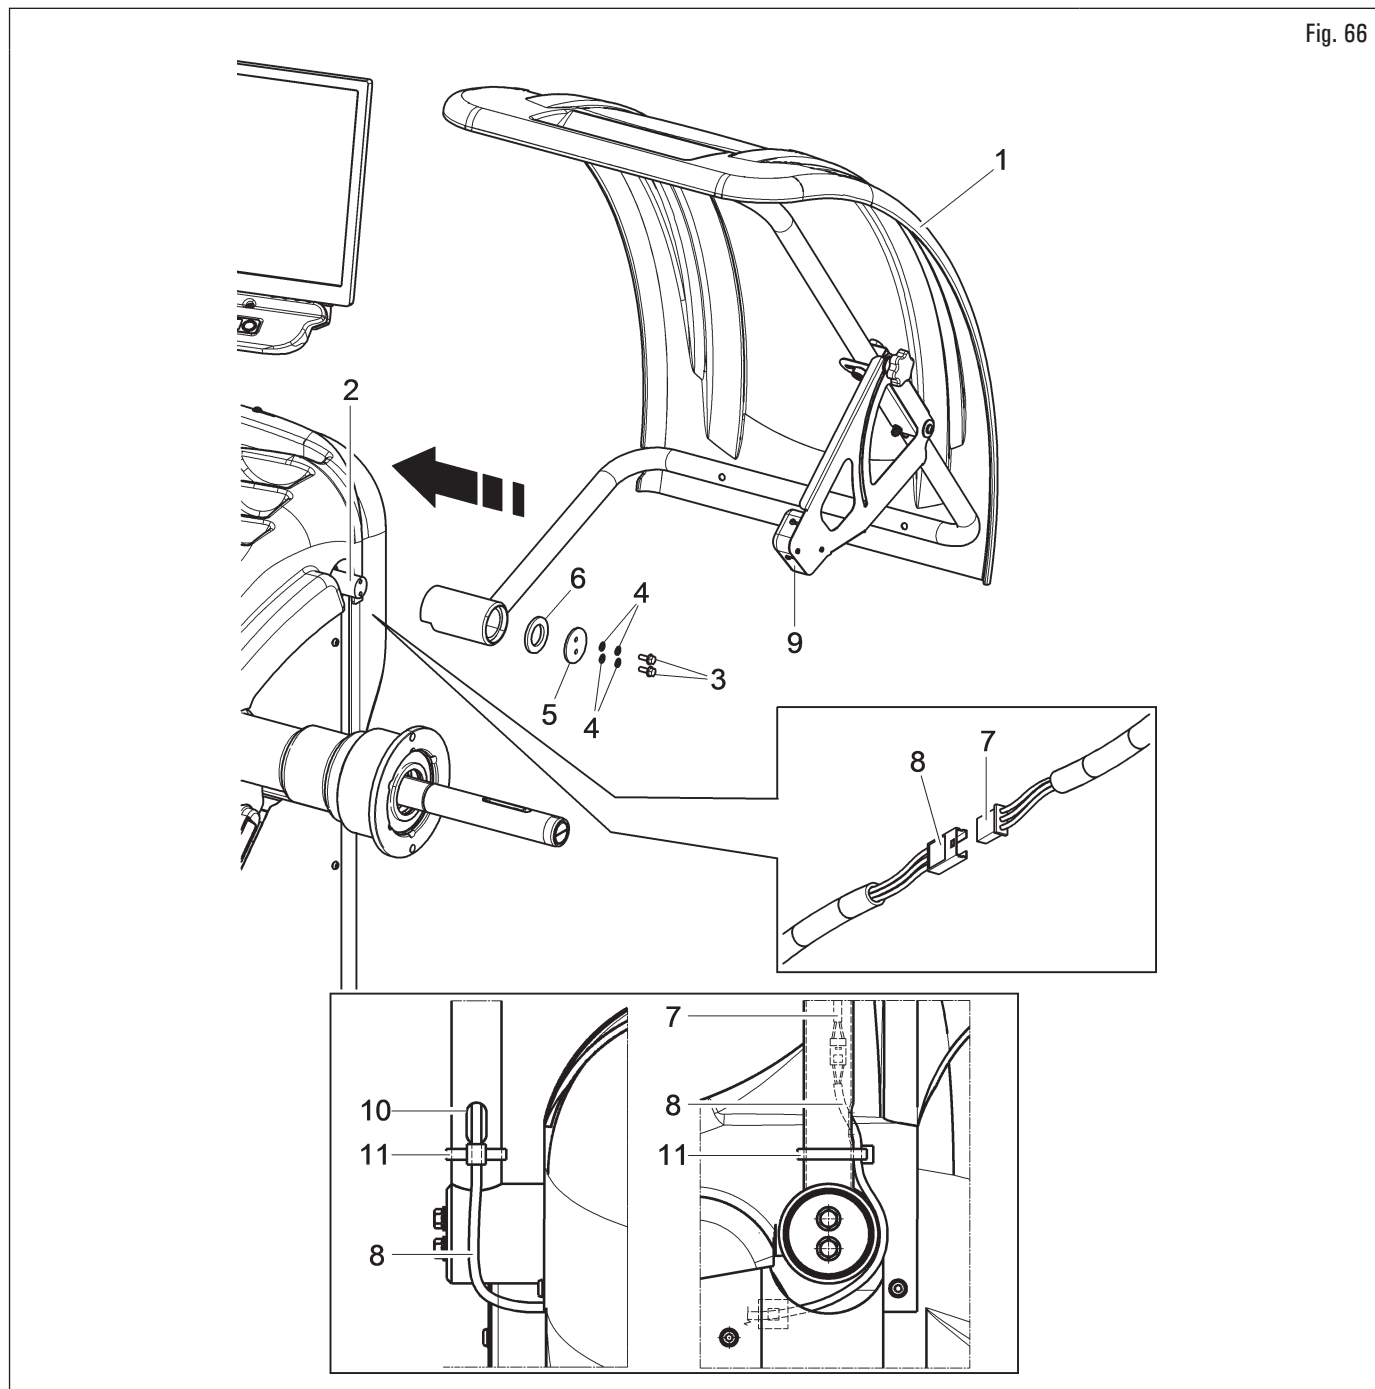

Fig. 66
1. Montare il carter di protezione (Fig. 66 rif. 1) al supporto (Fig. 66 rif. 2) con le viti (Fig. 66 rif. 3), interponendo le molle a tazza (Fig. 66 rif. 4) e le rondelle di fermo (Fig. 66 rif. 5 - 6);
2. serrare le viti (Fig. 66 rif. 3) in modo che il carter (Fig. 66 rif. 1) si alzi e si abbassi senza sbattere contro il fincorsa. La regolazione deve essere eseguita in modo tale che il carter debba essere accompagnato manualmente, sia durante l'apertura che la chiusura;
3. collegare il cavo (Fig. 66 rif. 7) del sensore ad ultrasuoni del gruppo misuratore automatico larghezza (Fig. 66 rif. 9) al connettore predisposto (Fig. 66 rif. 8);
4. al termine del collegamento, infilare i connettori nell'asola (Fig. 66 rif. 10) del carter di protezione, come indicato in Fig. 66. Infine fissare il cavo del connettore (Fig. 66 rif. 8) con una fascetta (Fig. 66 rif. 11).